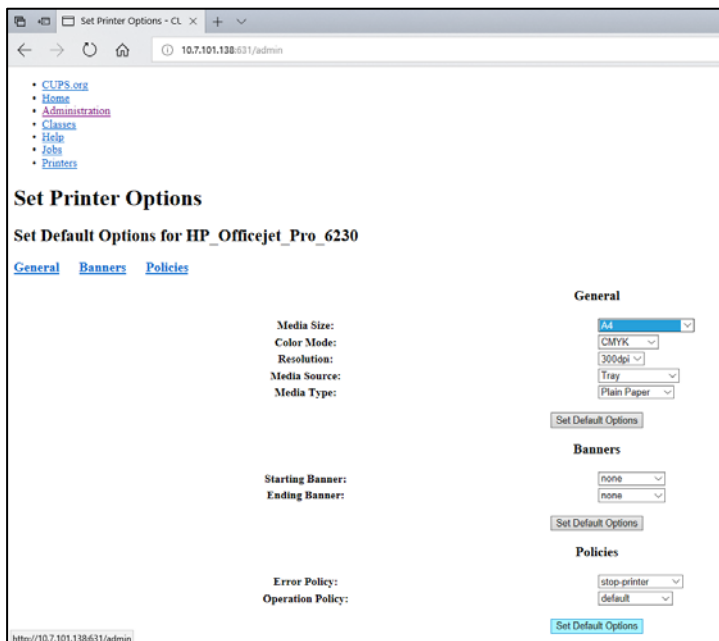

Abbildung 81: Auswahl des richtigen Medienformats
7. Wählen Sie das korrekte Media Size (Medienformat) (z. B. „A4“) aus, da einige Drucker nicht drucken, wenn das Papierformat falsch eingestellt ist. Speichern Sie anschließend die Auswahl, indem Sie auf Set Default Options (Standardoptionen festlegen) (Abbildung 81) drücken.